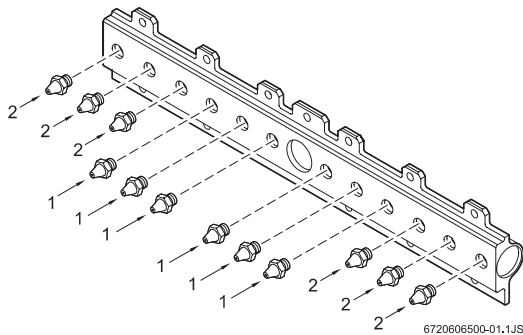

Fig. 15
15. Cambiar los inyectores (Fig. 15, pos. 1 y 2) montándolos de acuerdo con las especificaciones, **prestar atención en los diámetros de los inyectores**, volver a montar las mitades y si es necesario cambiar la junta del quemador.